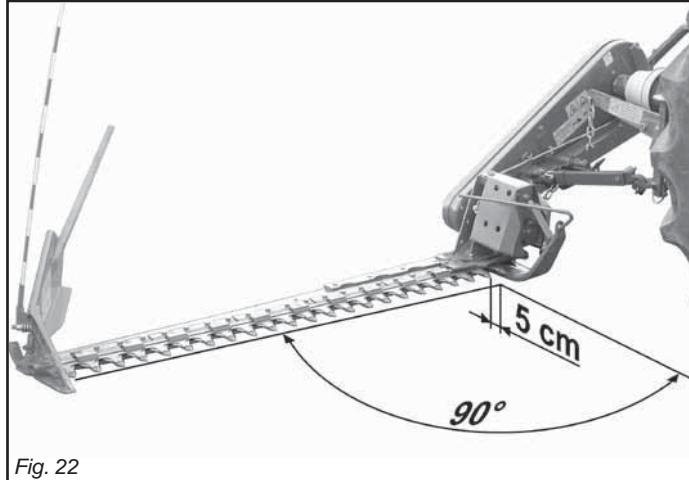

Fig. 22
- Отцентрируйте косилку, оказав действие на распорки подъёмных кронштейнов трактора таким образом, что при подсоединении в трёх точках косилке, наружная точка кронштейна будет смещена приблизительно на 5 см вперёд относительно перпендикулярной оси трактора (Рис. 22).